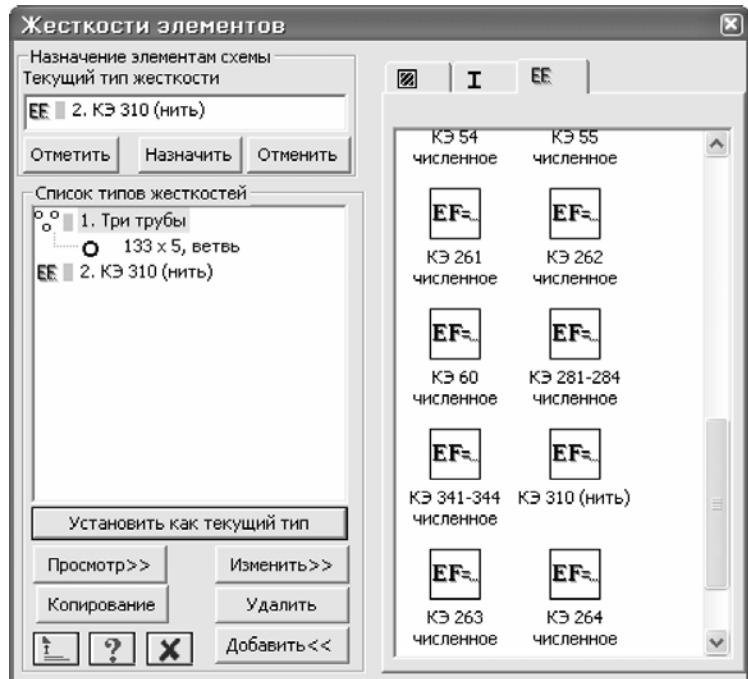

Рис.8.9 Диалоговое окно Жесткости элементов
- С помощью меню **Жесткости** ⇒ **Жесткости элементов** (кнопка  на панели инструментов) вызовите диалоговое окно **Жесткости элементов** (рис.8.9).